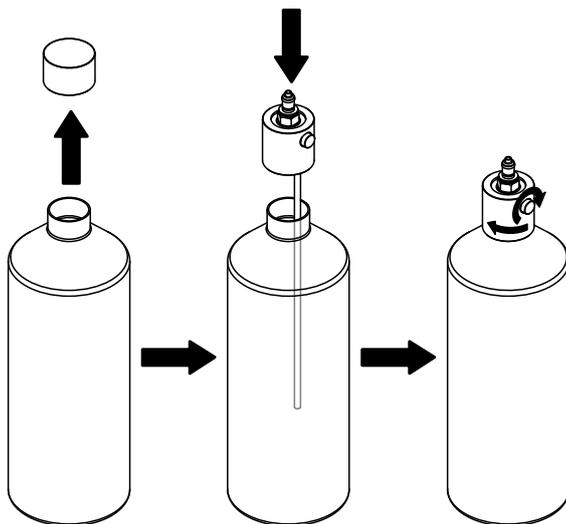

Abb. 19: Spezialdeckel aufschrauben
- d. Entfernen Sie den normalen Flaschendeckel und schrauben Sie den Spezialdeckel mit dem Schnellverschluss auf (siehe Abb. 19). Stellen Sie sicher, dass der Deckel fest und nicht verkantet auf der Flasche sitzt und die silberne Rändelschraube auf der Seite des Spezialdeckels angezogen ist.